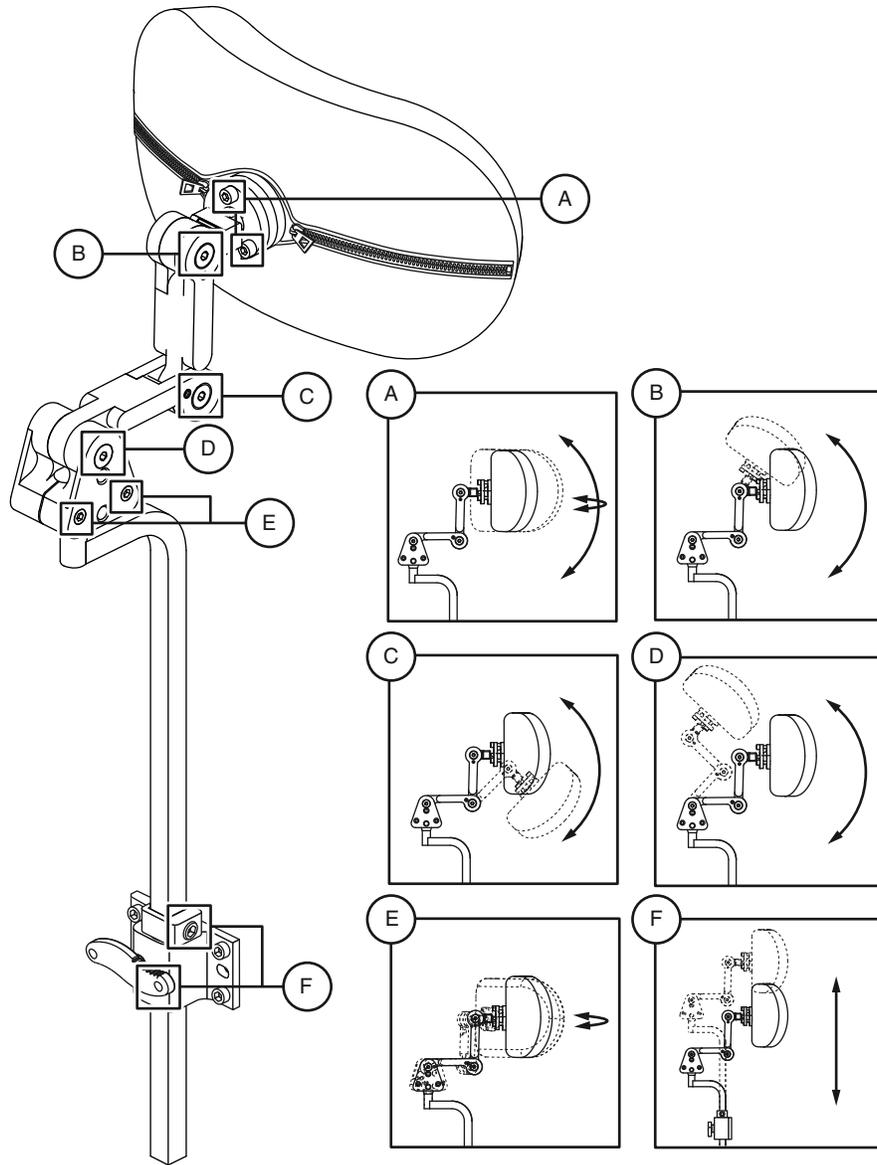

Figura 15. Componentes del ajuste del reposacabezas
- Afloje los tornillos de ajuste correspondientes a los ajustes deseados. **Ver figura 15.**